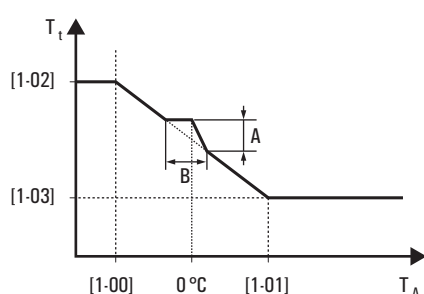

Bild 4-5 Anhebung der wetterabhängigen Sollwertregulierung um 0 °C
- [D-03]: Verstellwert der wetterabhängigen Sollwertregulierung um den Gefrierpunkt: Im Temperaturbereich um den Gefrierpunkt (Bereich "B"), kommt es vermehrt zur Abtauung des Wärmepumpenaußengeräts. Um diese Ausfallzeiten zu kompensieren, empfiehlt es sich für diesen Bereich die Soll-Vorlauftemperatur durch Einstellung des Verstellwertes "A" zu erhöhen (siehe Bild 4-5).